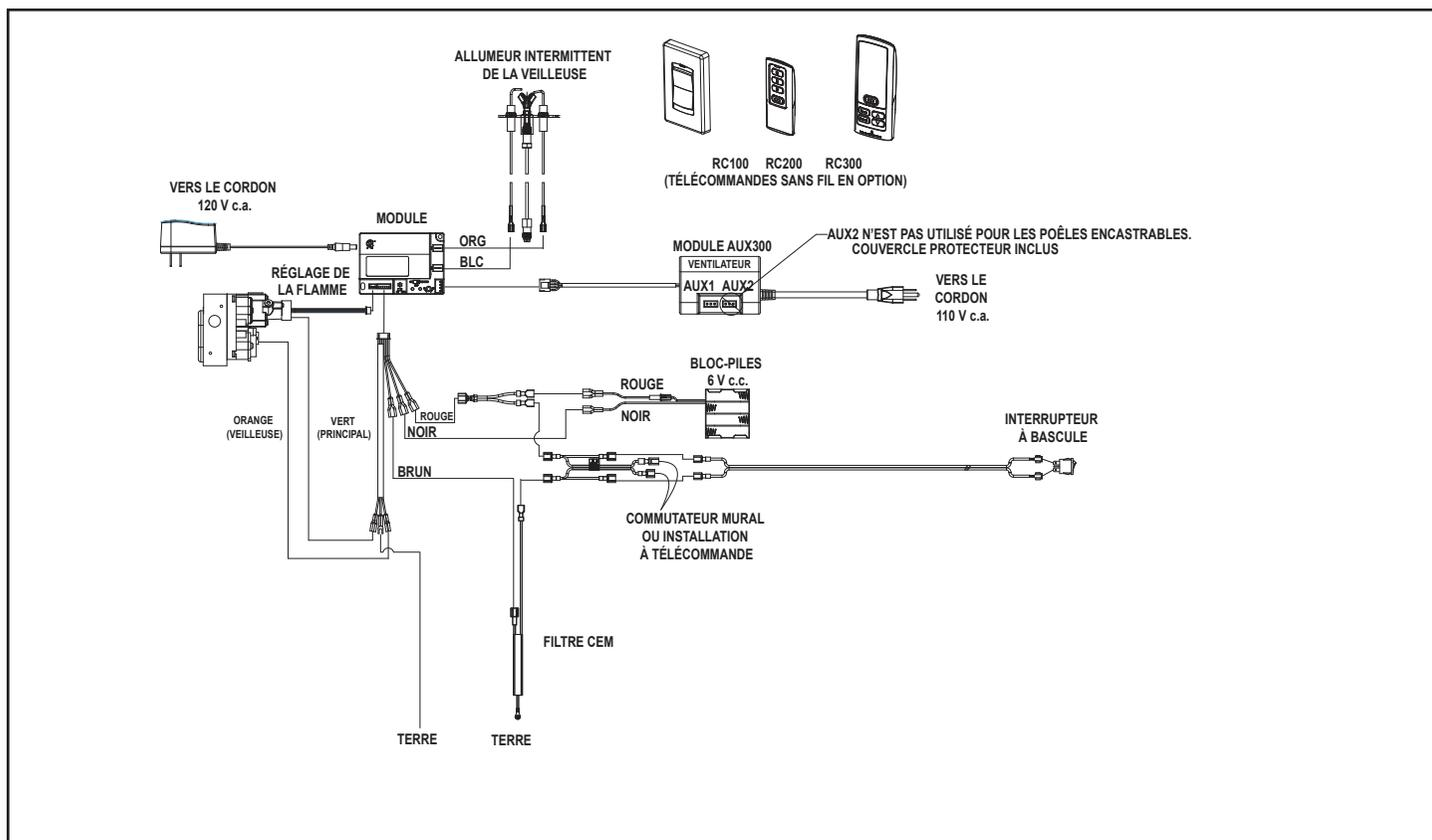

Figure 10.1 Schéma de câblage
- Ce poêle est fourni de série avec un assemblage de cordon d'alimentation de 120 V c.a. qui comporte une prise permettant de brancher toutes options de commande et les accessoires. Voir la Figure 10.1. Il est requis pour le bon fonctionnement du poêle (allumage IntelliFire). Une prise de courant peut être installée dans le coin inférieur du poêle en maçonnerie ou préfabriqué existant afin de brancher le cordon d'alimentation. Le cordon d'alimentation fourni peut être acheminé hors de l'âtre vers une prise de courant à proximité.
- Reportez-vous à la Figure 10.1, schéma de câblage IPI.
- Un commutateur mural supplémentaire ou un thermostat peut être ajouté au système comme indiqué à la Figure 10.1.